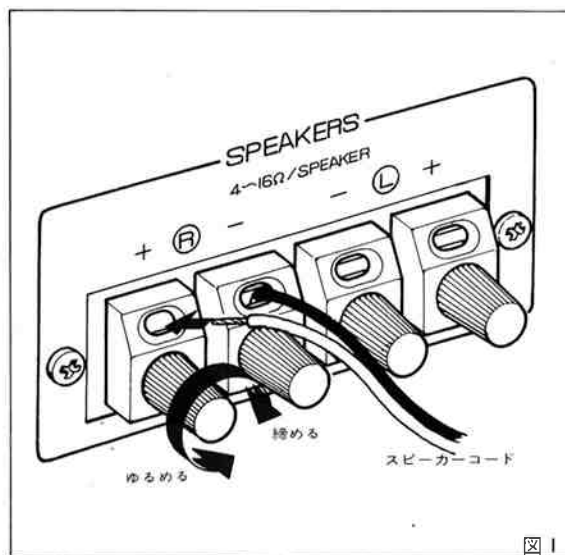

図1
- ①リアパネルのSPEAKERS端子へ、向かって左側のスピーカーシステムのコードをL端子、右側のスピーカーシステムのコードをR端子に、極性(+、-)を確認して接続してください。まちがえて接続すると低音のそこなわれた不自然な再生音になってしまいますから注意してください。
- ②図1のように端子穴の下のネジを左に回してゆるめ、スピーカーコードの芯線部分をさし込み、ネジを右に回して締め付けますと、コードはしっかりロックされます。接続が不完全ですとスピーカーから音が出ない場合がありますので、しっかり締め付けてください。
- ③スピーカーシステムは、フロントパネルのSPEAKERスイッチのON-OFFで動作します。